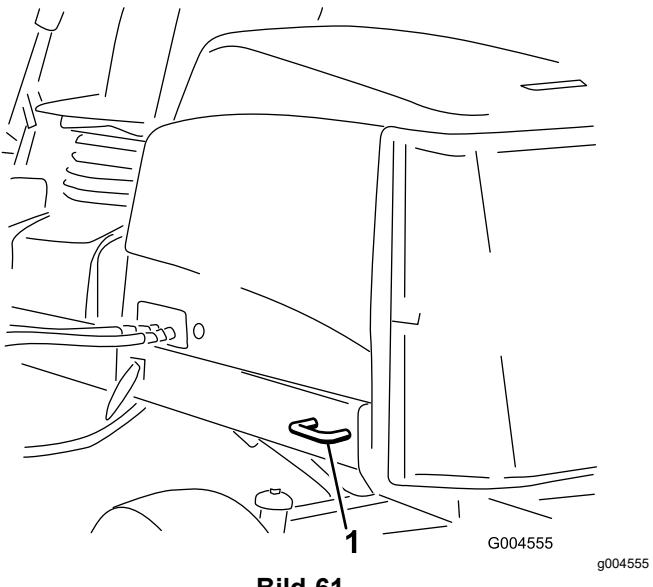

Bild 61
- Heck der Maschine:** Jede Maschinenseite am Hinterrahmen (Bild 61).